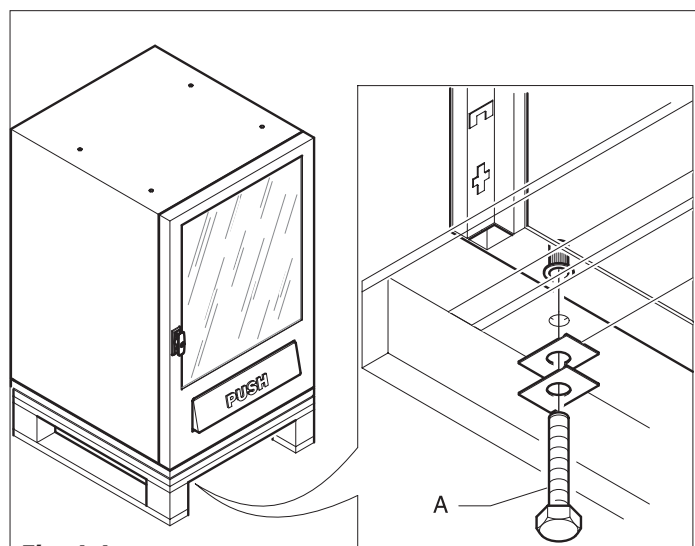

Fig. 4.4
Desganchar o distribuidor do pallet para o transporte, desparafusando os parafusos (A) que o bloqueiam ao pallet mesmo (Fig.4.4).